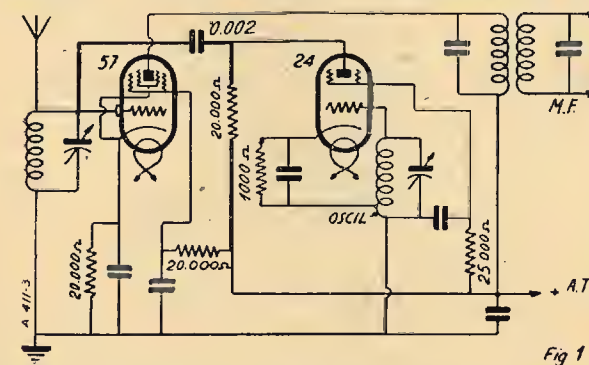
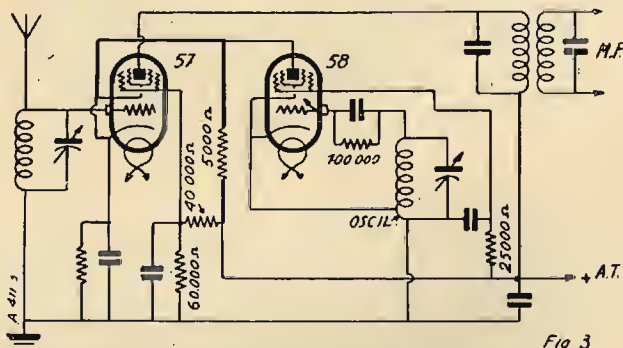

Fig 1
Fig. 3
anche un pentodo A. F. montato in oscillatore ad accoppiamento elettronico (montaggio delle fig. 1 e 3). Il catodo, la griglia di comando e la griglia schermo della valvola oscillatrice sono prese come se fossero gli elettrodi ordinari di un triodo, e servono a fare un montaggio oscillatore, come nel caso precedente. Tuttavia, perchè la seconda griglia possa far la sua parte di schermo elettrostatico in rapporto alla placca, occorre che sia allo stesso potenziale A. F. della massa. Col montaggio e il sistema di alimentazione adottati è possibile ottenerlo facilmente. Notiamo tuttavia che il potenziale A. F. del catodo non è più, come nei soliti montaggi, lo stesso di quello della massa. E' necessarissimo, quindi, a meno di non adoperare un dispositivo speciale, di usare una sola valvola a riscaldamento indiretto per questo sistema.
Si realizza l'accoppiamento disponendo una resistenza di utilizzazione nel circuito anodico dell'oscillatrice. Si riporta l'oscillazione locale raccolta fra la massa e la griglia della valvola modulatrice per mezzo d'un condensatore di 2 millesimi di mfd. (fig. 1).
C) *Accoppiamento con lo schermo.* — E' l'accoppiamento nel quale l'oscillatrice ha la placca collegata direttamente allo schermo dalla modulatrice. La seconda griglia di questa non è più allo stesso potenziale A. F. della massa. Si può evitare questo inconveniente inerente al montaggio abituale sostituendo la ordinaria modulatrice a schermo con una trigridia alta frequenza (fig. 3). La griglia schermo è montata normalmente, cioè disaccoppiata da un condensatore di grande capacità. La terza griglia, che si collega ordinariamente al catodo, serve qui ad effet-
Abbiamo indicato nella fig. 3 lo schema di un dispositivo di questo genere, in cui è usato un oscillatore ad accoppiamento di anodo elettronico. Si noti che il sistema di polarizzazione della griglia di comando dell'oscillatrice si fa per mezzo della « caduta di tensione » prodotta dalla corrente griglia agli estremi della resistenza di 100.000 Ohm, posta in serie nel circuito. Questo sistema di polarizzazione o quello della fig. 1 possono essere usati indifferentemente.
Ripetendo l'esperienza su una corrente continua, si vedrà che la lampada si accende normalmente su 110 Volte, per esempio; e avendo la possibilità di fare abbassare la tensione per mezzo di un potenziometro di 20.000 Ohm, collegato come indica la fig. 1, si scorgerà che la lampada « proseguirà » fino ad un valore determinato, che potrà risultare da un voltmetro *V*, collegato dal lato dell'utilizzazione. A questo momento — su 85 Volte, per esempio — la lampada si spegnerà improvvisamente; ed anche se facciamo risa-
La fig. 3 presenta lo schema generale con questa piccola modificazione.
Che si può fare per mezzo dello schema rappresentato nella fig. 3? Poiché, quando si cambia il valore della resistenza o del condensatore, si cambia la caratteristica del circuito, viene di conseguenza che, disponendo di resistenze e di capacità graduate, si potrà procedere a misure di resistenza o